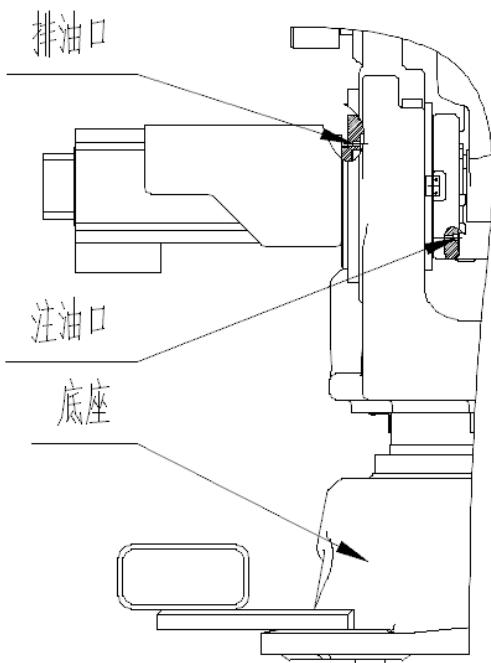

图 13 J3 轴局部结构
(1) 油脂补充步骤（参考图 13）
- ④ 安装排油口堵塞前，运动 J3 轴若干分钟，使多余的油脂及空气从排油口排出；
- ⑤ 用布擦净从排油口排出的多余的油脂，在排油口安装堵塞。堵塞的螺纹处要缠生胶带，并用扳手拧紧。
(2) 油脂更换步骤（参考图 13）